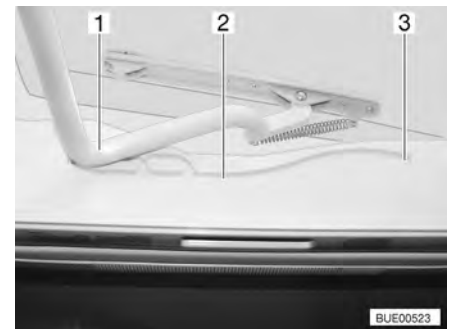

Fig. 74 Claraboya Heki, guía
- Tirar la horquilla (Fig. 74,1) en las guías (Fig. 74,2) hasta la posición trasera final (Fig. 74,3).
- Empujar el estribo (Fig. 74,1) ligeramente hacia arriba con ambas manos.
- Tirar el estribo en las guías (Fig. 74,2) hasta la posición deseada.